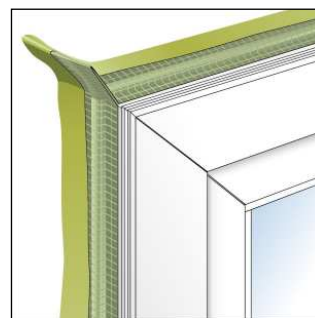

Fig 2
2. Stopp ved hvert hjørne, og legg til minst 30 mm ekstra utenfor hjørnet, og brett sammen folien utenfor hjørnet slik at de selvheftende stripene ligger mot hverandre (fig. 2).